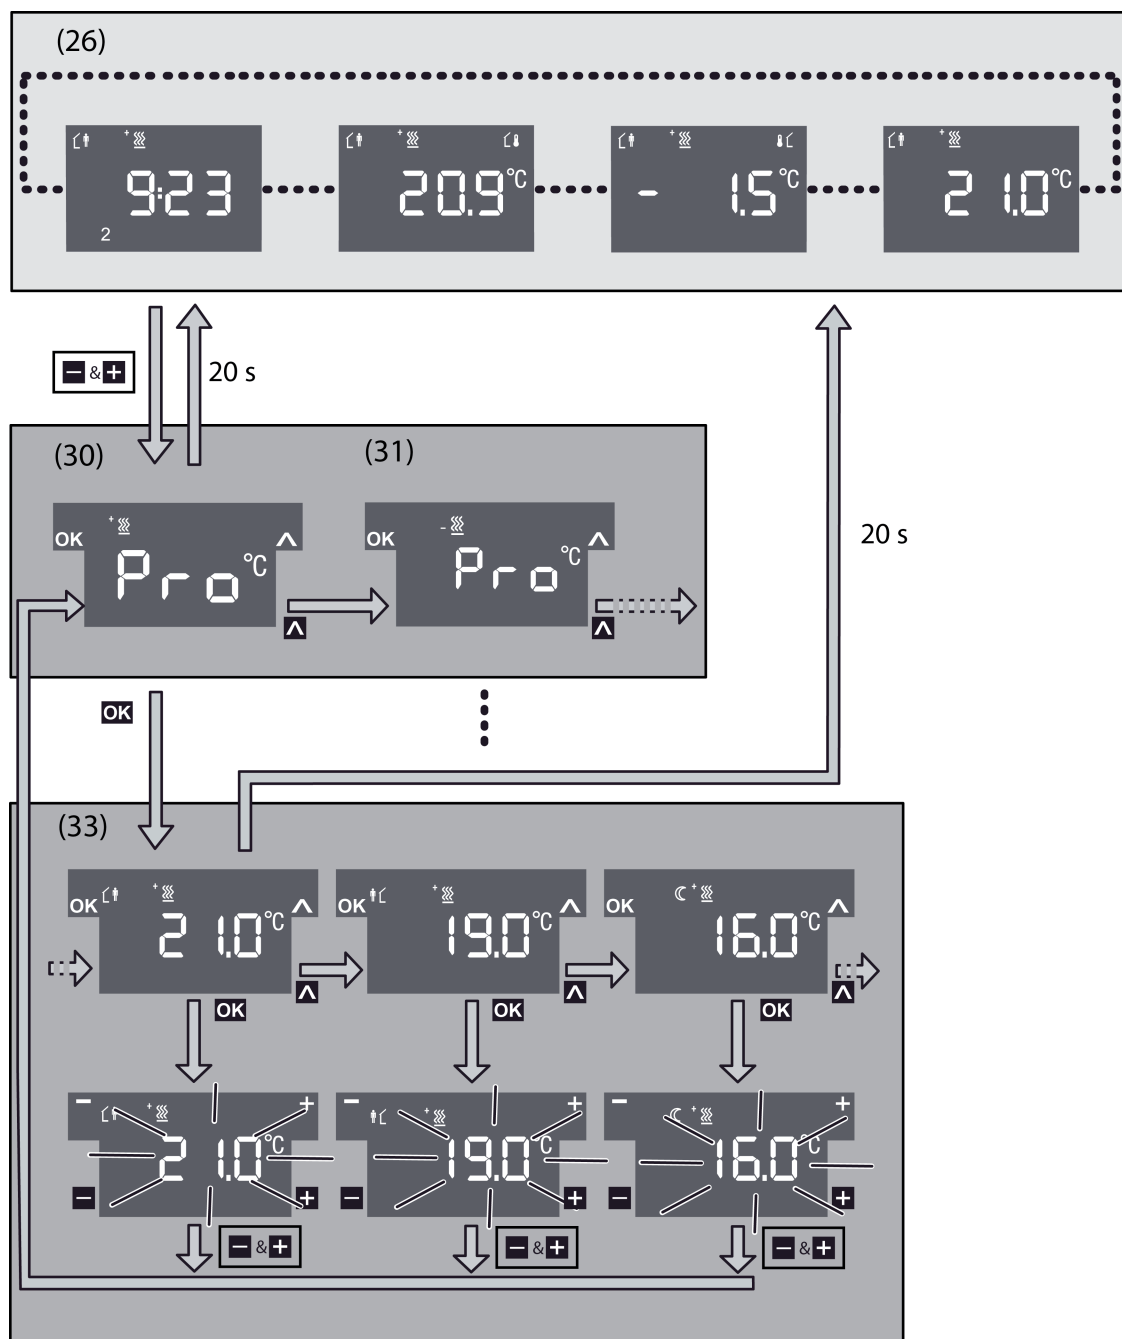

Figure 12: Sous-menu dédié à la modification des températures de consigne
- La touche d'écran droite  permet de sélectionner l'option de menu pour la modification de la température du mode de chauffage (30) ou du mode de refroidissement (31) (figure 12).